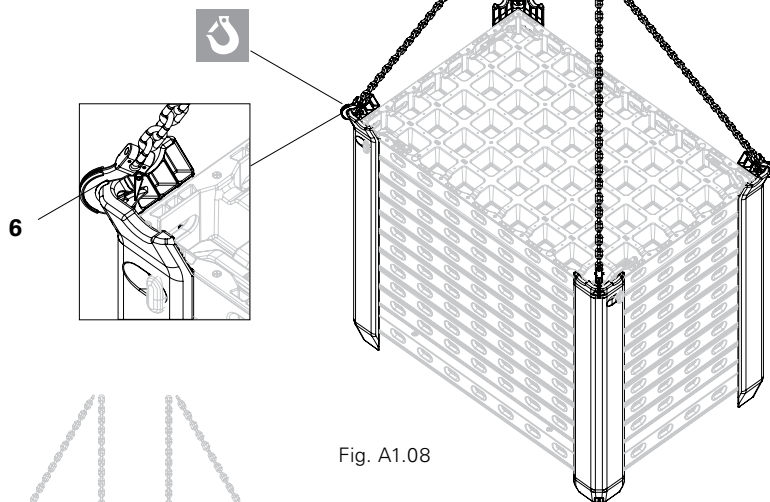

Fig. A1.08
Le cataste realizzate con montanti accatastatori possono essere movimentate con la gru, fissando l'imbracatura di sospensione (6) all'angolo di ciascun montante (punto di sollevamento). (Fig. A1.08)